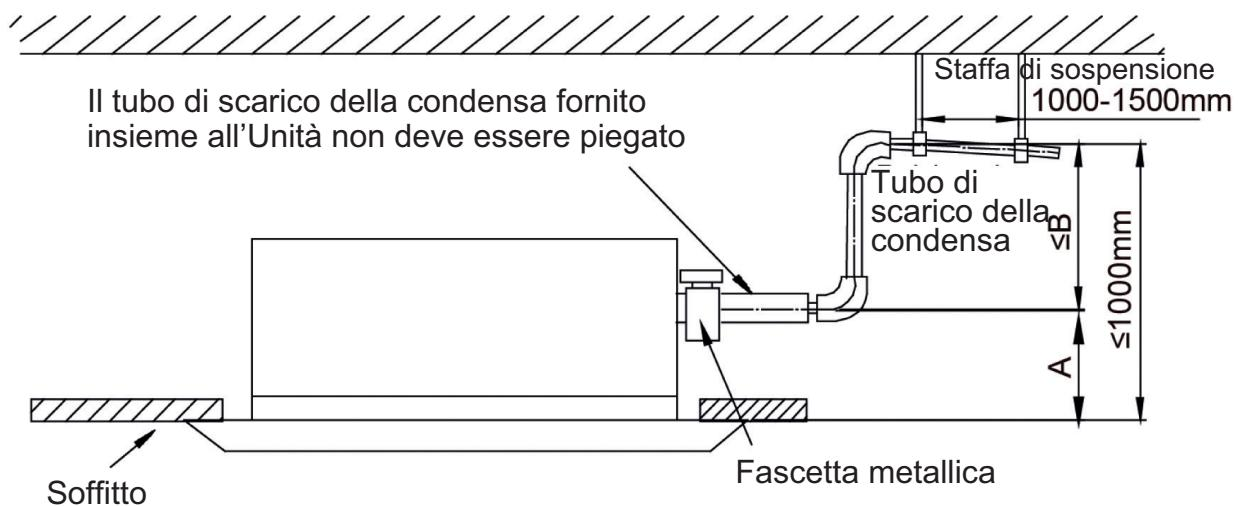

Fig. 4.3.3
- ① Tubi di scarico assemblati da giunti a "T"
- (8) L'altezza di installazione dell'innalzamento del tubo di scarico della condensa deve essere inferiore a B. Il dislivello dal tubo di innalzamento verso la direzione di scarico deve essere di almeno 1% ~ 2%. Se il tubo di innalzamento è verticale all'Unità, l'altezza deve essere inferiore a C, come mostrato in Fig. 4.3.3.